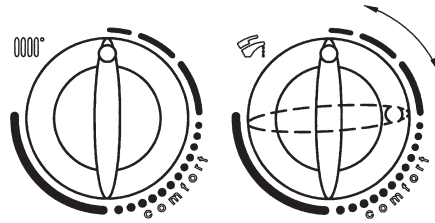

Fig. 27B
- 2) Starting in this position, quickly turn control knob 7 twice consecutively clockwise through about a 1/4 turn as shown in figure 27B.
- 2) lorsque le bouton 7 est sur cette position, le faire tourner 2 fois de suite rapidement (~ 1/4 de tour) dans le sens des aiguilles d'une montre comme le montre la figure 27B.